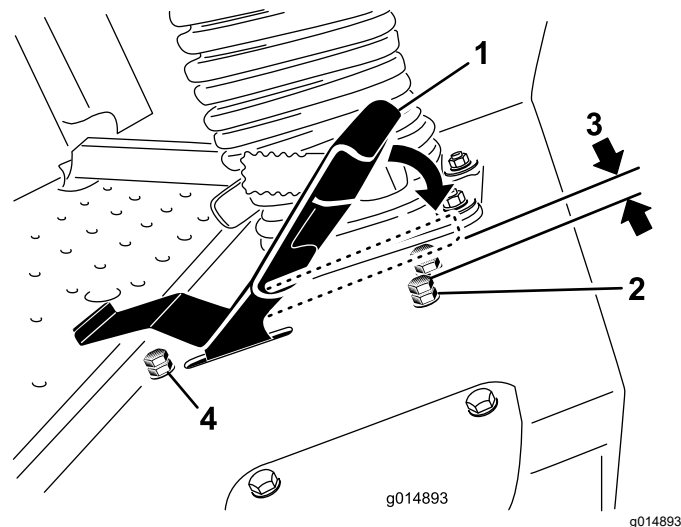

Figure 87
3. Desserrez l'écrou de blocage sur le boulon de butée de la pédale de déplacement (Figure 87).